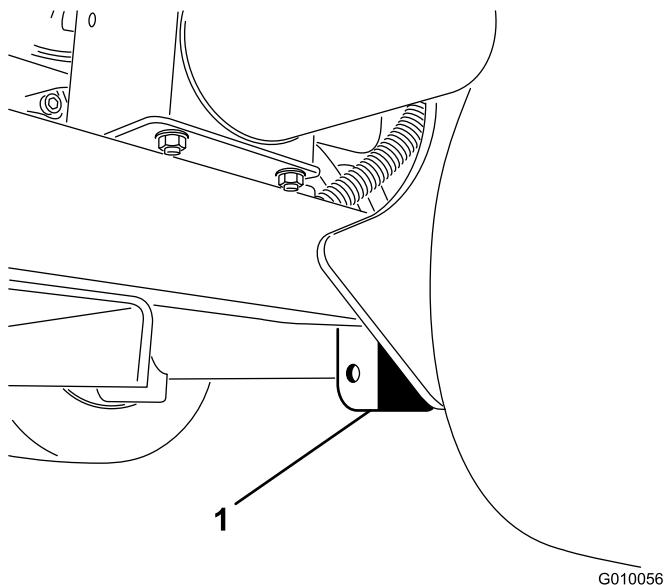

図 41
2. 後ホイールのすぐ内側にあるフレームプレートの下にジャッキを確実に置く（図 41）。